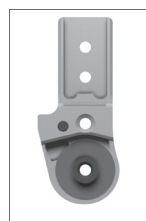

Abb. 11
3. Setzen Sie die erste, beidseitig **leicht** gefettete Gleitscheibe auf das Gelenkoberteil (Abb. 11).